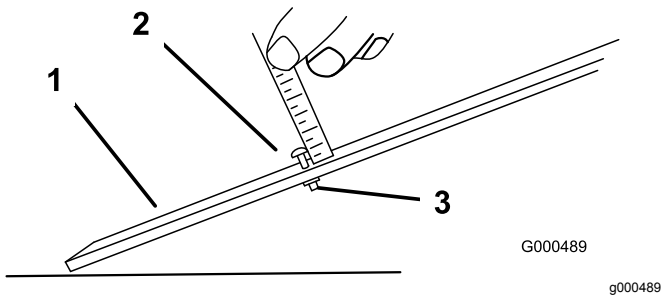

图 8
1. 松开调刀尺上的螺母并将调节螺栓设定为所需的剪草高度 **图 8**。